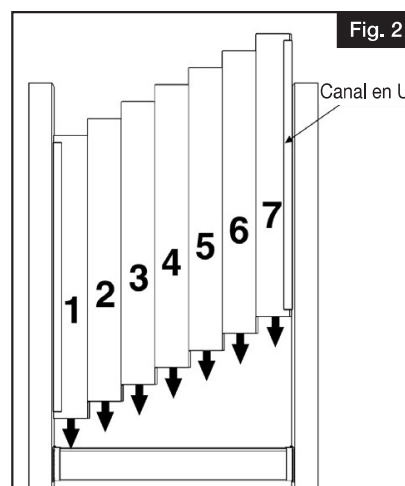

Fig. 2
- Colocar el canal U centrados de forma vertical en el borde de los tablones con lengüeta y ranura #1 y #7 (Fig. 2).